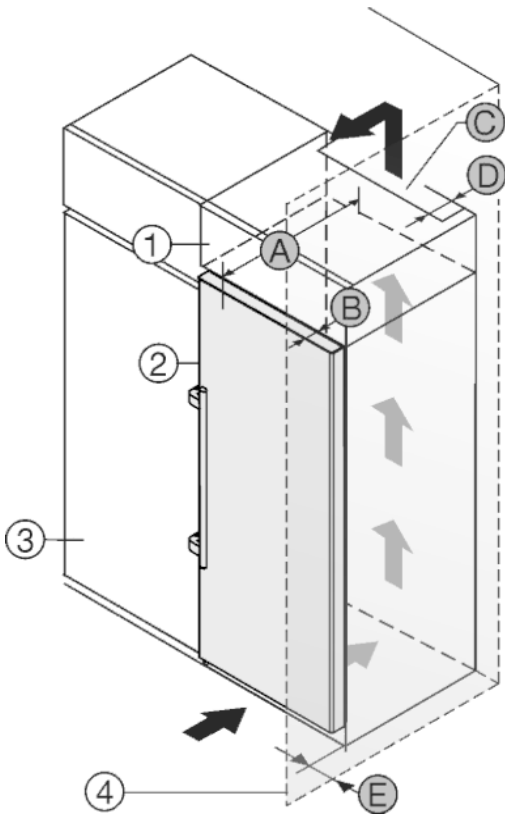

Fig. 28
Устройство может быть окружено кухонными шкафами. Чтобы уравнивать устройство *Fig. 28 (2)* по высоте с кухонной стенкой, можно установить над устройством дополнительный шкафчик *Fig. 28 (1)*.
Установить устройство можно непосредственно рядом с кухонным шкафом *Fig. 28 (3)*. Чтобы можно было полностью открыть двери, устройство должно выступать на глубину *Fig. 28 (B)* относительно передней стенки кухонного шкафа. В зависимости от глубины кухонных шкафов и использования пристенных распорок устройство может выступать и больше.
- На задней стенке дополнительного шкафчика должен быть вентиляционный канал с глубиной *Fig. 28 (D)* по всей ширине этого шкафа.
- Нужно соблюдать вентиляционное отверстие *Fig. 28 (C)* под нижней панелью.
Если устройство установлено на шарнирах у стены *Fig. 28 (4)*, то нужно соблюдать расстояние *Fig. 28 (E)* между устройством и стеной. Настолько выступает ручка при открытой дверце.